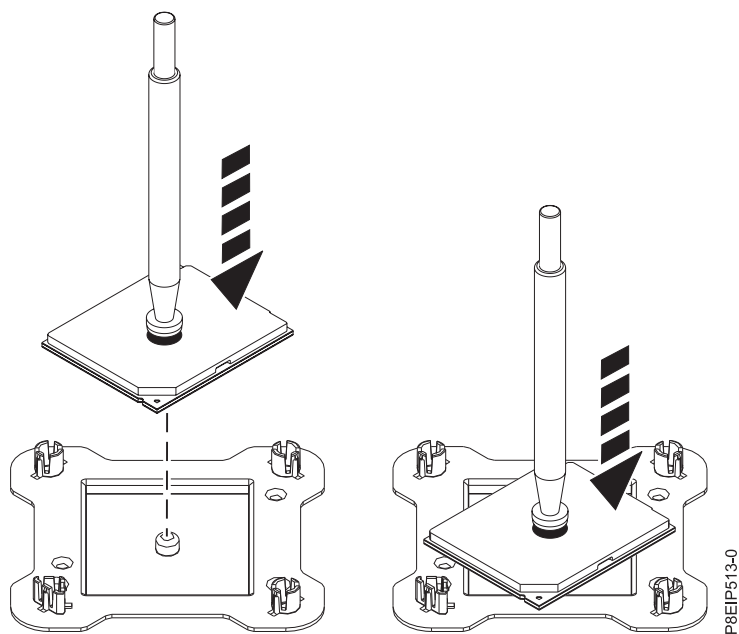

図 67. パッケージのトップ・カバーにプロセッサーを斜めに置く
9. 真空ペンを持って、ペンとシステム・プロセッサ・モジュールをソケットから持ち上げます。それらをシステム・プロセッサ・モジュール・パッケージのトップ・カバーに斜めに置きます (64 ページの図 67 を参照)。システム・プロセッサ・モジュールのパッケージを、システム・プロセッサ・モジュールのトップ・カバーに斜めに据え付けると、システム・プロセッサ・モジュールの再取り付け後に、持ち上げてパッケージに入れやすくなります。